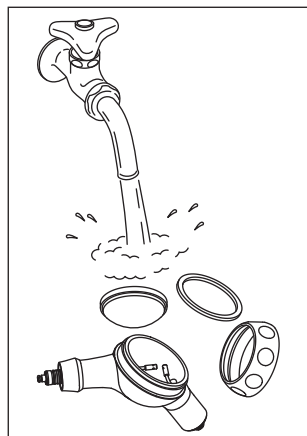

Fig. 14
- 3) Vask av rengjøringspulveret som har klebet seg til pulverkammeret/kammerlokket mens det holdes under rennende vann. (Fig. 14)